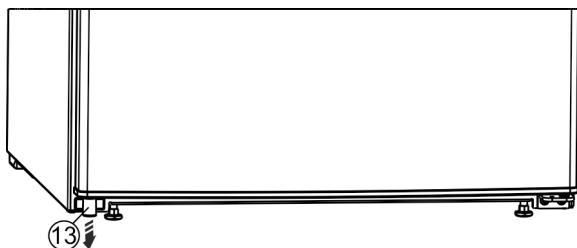

Fig. 13 *
- ▶ Z drzwi na dole po lewej stronie wyjąć element dystansowy Fig. 13 (13).*